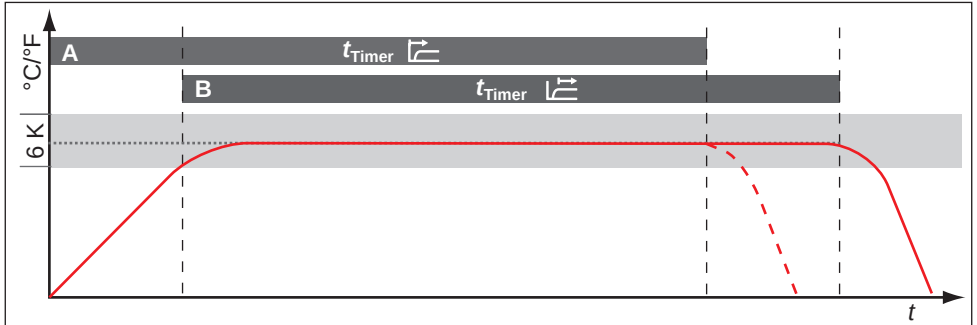

Abb. 27 Timer Mode
Hier kann eingestellt werden, ob die digitale Rückwärtssuhr mit Zielzeitangabe (Timer, siehe Seite 29) sollwertabhängig arbeiten soll oder nicht – das heißt, ob die Timerlaufzeit erst beginnen soll, wenn ein Toleranzband von ± 3 K um die Solltemperatur erreicht ist (Abb. 27, B), oder bereits unmittelbar nach dem Aktivieren des Timers (A).